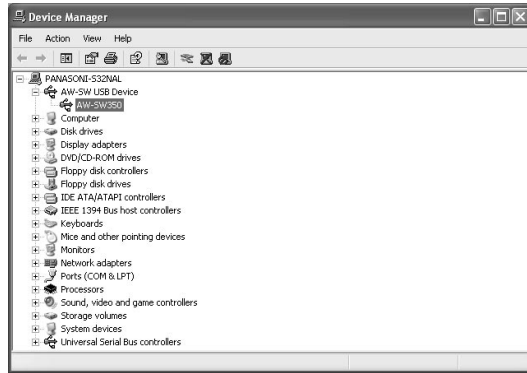

Fig.5 Schermata del gestore dispositivo
- 6** Per la conferma che il driver del dispositivo è stato installato correttamente, si consiglia di aprire il gestore Device come mostrato nella Fig.5 e controllare che sia visualizzato “AW-SW USB Device: AW-SW350”.